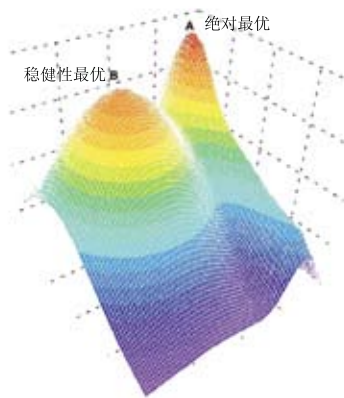

图6 稳健性设计优化
4. 稳健设计。稳健性设计优化指的是提高目标变量对设计变量的抗干扰能力，即设计变量受到干扰发生变化时，目标不会发生剧烈变化。如图6所示，虽然绝对最优点是A点，但它不是稳健最优的，进行稳健优化后会找到稳健最优点——B点。